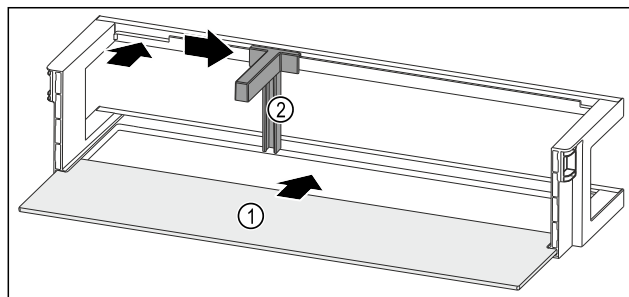

Fig. 121 Odkladací priestor vo dverách s odkladacou plochou
- Zasuňte odkladaciu plochu Fig. 121 (1) do bočných vybrání.
- Vložte držiak fliaš Fig. 121 (2) do vybrania.
- Potlačte držiak fliaš Fig. 121 (2) v požadovanej polohe do strany.